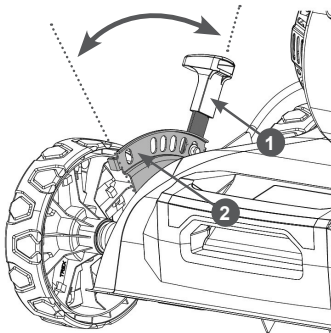

Рис. 13. Регулировка глубины обработки
Скарификатор имеет ступенчатую регулировку глубины обработки в пределах -5 мм до +15 мм. Глубина обработки регулируется за счет изменения высоты корпуса скарификатора относительно земли. Высота корпуса скарификатора относительно земли устанавливается рычагом 1 (Рис. 13).
Для перестановки рычага: оттяните его в сторону от пластины 2, сдвиньте вперед или назад, после чего зафиксируйте рычаг в пластине 2 (Рис. 13). При переводе рычага вперед (по ходу движения скарификатора) глубина обработки уменьшается, при переводе рычага назад глубина обработки увеличивается (Рис. 13).
1. Установите скарификатор в начале участка работы и рычагом 1 (Рис. 13) установите требуемую глубину обработки газона.